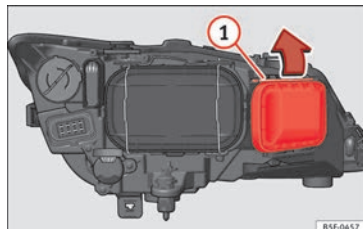

Fig. 208 Lâmpada das luzes indicadoras de mudança de direção.
- Desloque o tirante »» **Fig. 208** ① no sentido da seta e puxe a tampa.